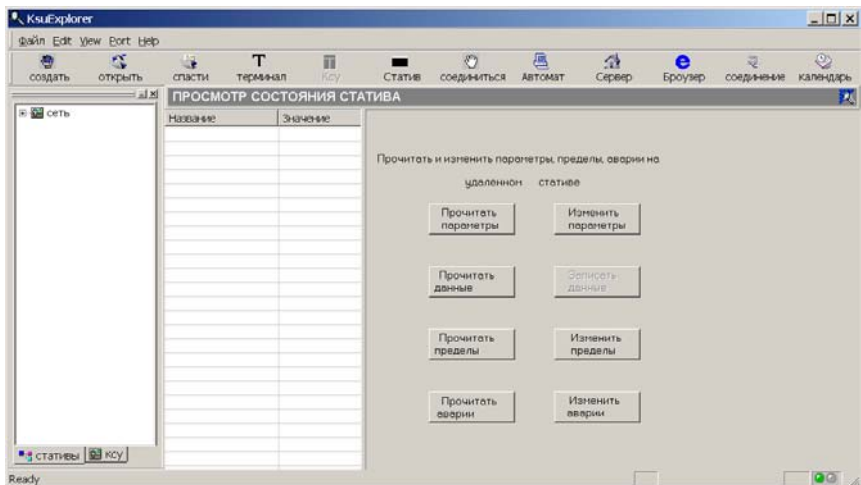

Рис. 4
3. Программа для коммутации пользователя с любым PC и записи данных в локальную базу – «**KsuExplorer**» (может функционировать как на севере, так и на пользовательском компьютере) Рис. 4.